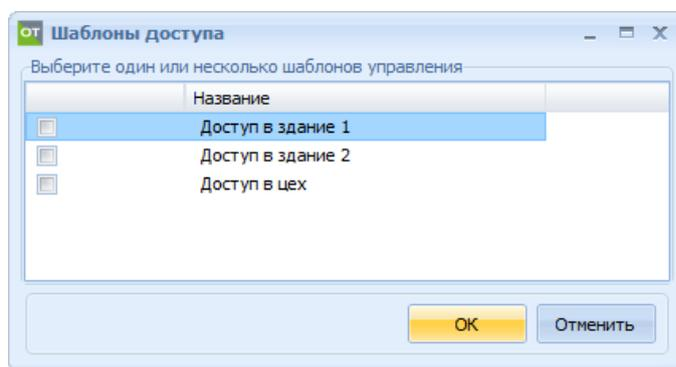

Рисунок 25.7 – Окно «Выбор шаблонов доступа»
– **Шаблон доступа** – выбрать шаблон доступа для сотрудников данного предприятия. Необходимо нажать кнопку «Изменить», в открывшемся окне «Шаблоны доступа», выбрать шаблон из списка имеющихся (рисунок 25.7) и нажать кнопку ОК. Создание шаблонов доступа описано в пункте 25.2.7.